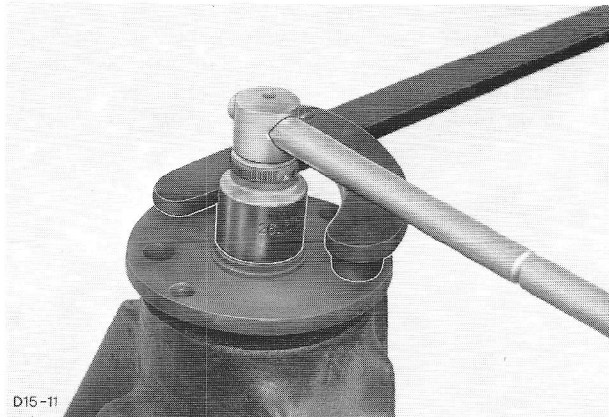
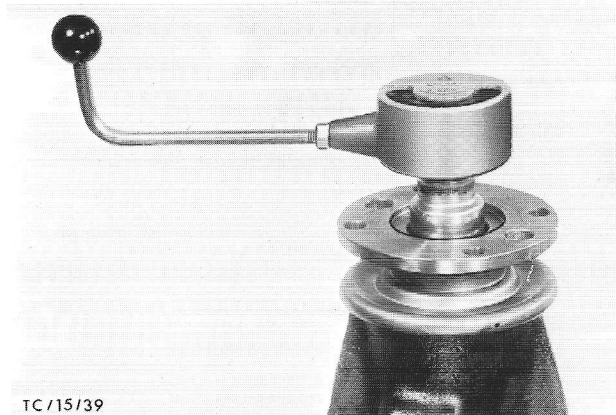

Fig.55 Houd de pignionflens tegen en draai de moer langzaam aan.
Fig.56 Controleer het draaiend koppel van de pignonas.
38. Houd de pignionflens met de speciale sleutel 15-030 tegen en draai de moer langzaam vast (fig.55). Controleer voortdurend de voorspanning van het pignion met voorspanningsmeter 15-041. Draai de moer vast tot hetzelfde draaiend koppel wordt bereikt zoals reeds eerder werd beschreven (zie punt 17) bij de montage van de dummy-pignonas, bijvoorbeeld 2,3 Nm (23 kg.cm) (20 lb.in.) (fig.56).
42. Draai de pignonas enkele malen, controleer vervolgens het draaiend koppel met de voorspanningsmeter 15-041. Bijvoorbeeld bij deze pignonas 2,3 Nm (23 kg.cm)(20 lb.in.)(fig.56).